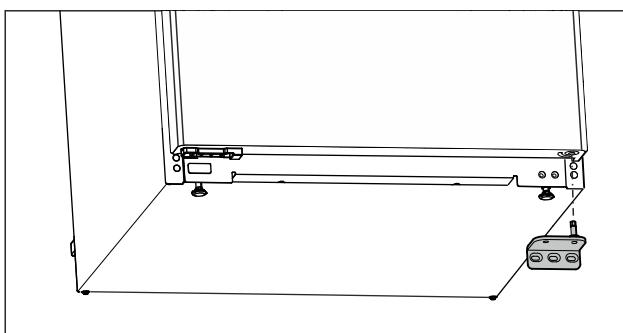

Fig. 11
► Noņemiet gultņa balstu virzienā uz leju. (skat. Fig. 11)